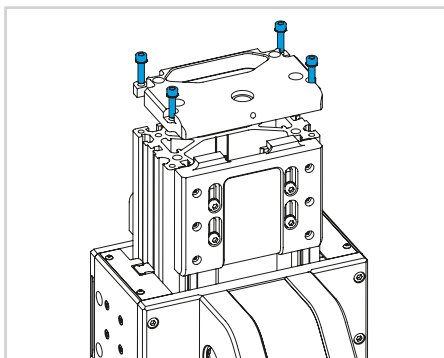

Fig. 4
- 3) Allentare le 4 viti e rimuovere la copertura terminale superiore all'estremità del profilo in alluminio (vedi Fig. 4).